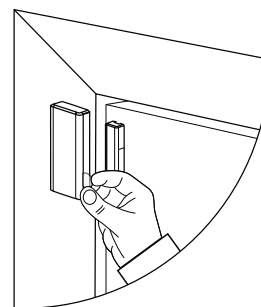

Figura 8: La linguetta di registrazione
1. Puxe a aba registro para ligar o dispositivo. Ver Figura 8.